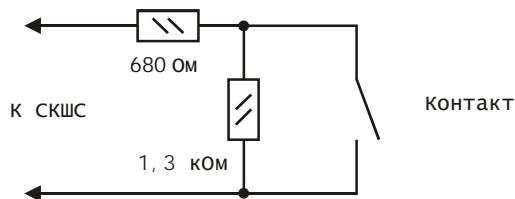
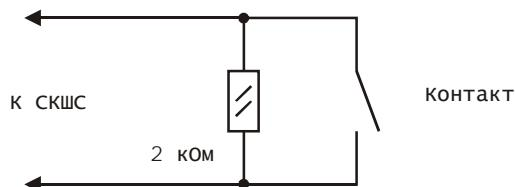
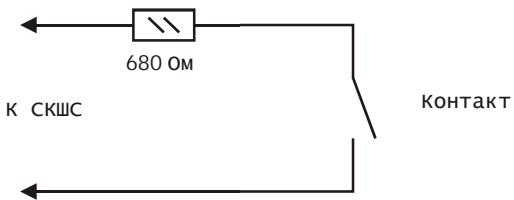
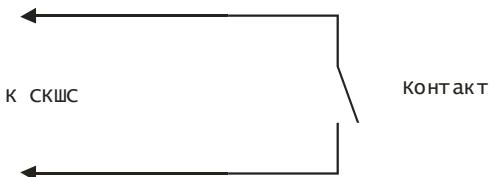

Рис. 3 Типовая схема включения ШС с контролем КЗ и обрыва
Рис. 4 Схема включения ШС с контролем обрыва
Рис. 5 Схема включения ШС с контролем КЗ
Рис. 6 Схема включения ШС без контроля КЗ и обрыва
Схемы включения ШС приведены на Рис. 3 , … , Рис. 6. Данные схемы справедливы для нормально замкнутых и нормально разомкнутых контактов. Наличие или отсутствие контроля КЗ или обрыва ШС конфигурируется в БЦП (см. Руководство по программированию ППКОПУ 01059-1000-3 «Р-08»).
При подключении одного ШС к СКШС по схеме на Рис. 3, собственный ток потребления СКШС увеличивается на:
При подключении одного ШС к СКШС по схеме на, Рис. 4 собственный ток потребления СКШС увеличивается на:
При подключении одного ШС к СКШС по схеме на, Рис. 5 собственный ток потребления СКШС увеличивается на:
При подключении одного ШС к СКШС по схеме на, Рис. 6 собственный ток потребления СКШС увеличивается на:
5.6. Схемы включения ШС приведены на Рис. 3, Рис. 4, Рис. 5, Рис. 6.